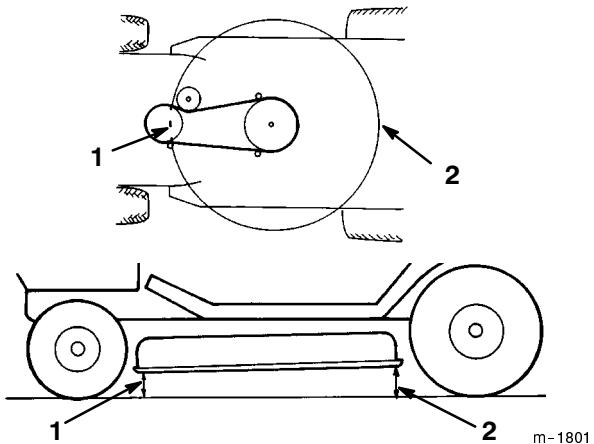

Figure 46
- Contrôlez l'inclinaison avant/arrière en mesurant la hauteur du bas du plateau de coupe (au centre, à l'avant et à l'arrière) par rapport au sol plat (Fig. 46). Si l'avant de la machine est plus de 16 mm plus bas que l'arrière, un réglage est nécessaire (voir les étapes 6 - 10).